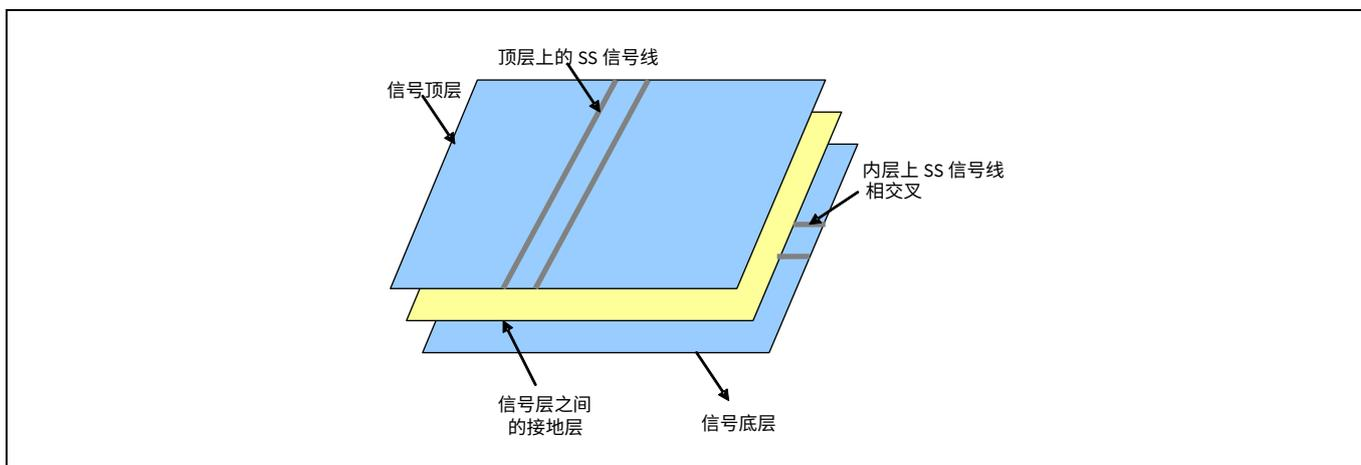

Figure 20 接地层插入
- 一旦两对 USB 走线在不同层中彼此交叉，将在两个 USB 信号层之间放置一个接地层，具体如 Figure 20 所示。